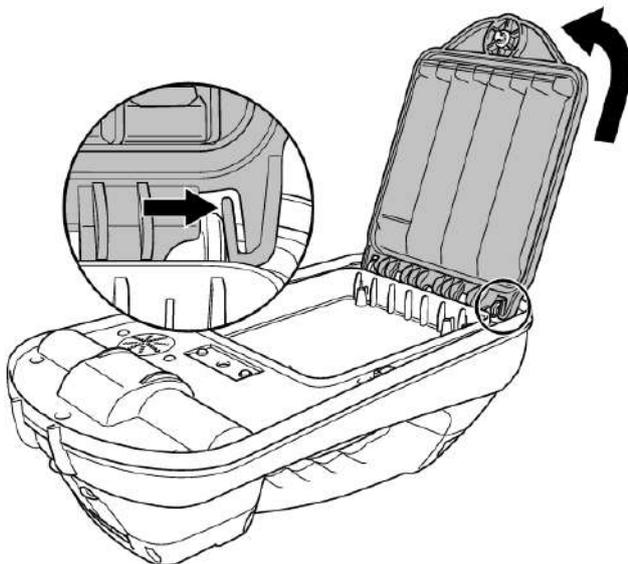

図 4.10: リリースキャッチを押し、電池パックを持ち上げる
- 3 保持キャッチ（図4.10）を軽く押しして外し、電池パックを持ち上げます。